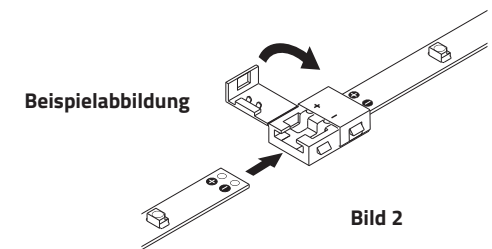

Bild 2
2. Verschluss des Direkt-/Einspeisungsverbinders öffnen (Bild 2+3).
3. Direkt-/Einspeisungsverbinder auf das Ende des VARDAFLEX LED-Strips stecken (Polung beachten) und den Verschluss schließen (Bild 2+3).
2. Open the shutter of the direct / in-feed connector (Fig. 2+3).
3. Connect the in-feed connector to the end of the VARDIFLEX LED strip (observe polarity) and close the fastener (Fig. 2+3).